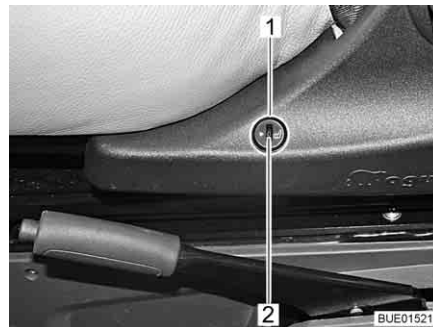

Fig. 26 Interruptor do aquecimento dos bancos
- Pressione a metade inferior do interruptor (Fig. 26,1) no lado esquerdo da consola do banco.
- Para regular para menos quente, gire a roda de regulação (Fig. 26,2) no sentido do "0".
- Para regular para mais quente, gire a roda de regulação (Fig. 26,2) no sentido do "5".
- Pressione a metade superior do interruptor (Fig. 26,1) no lado esquerdo da consola do banco.